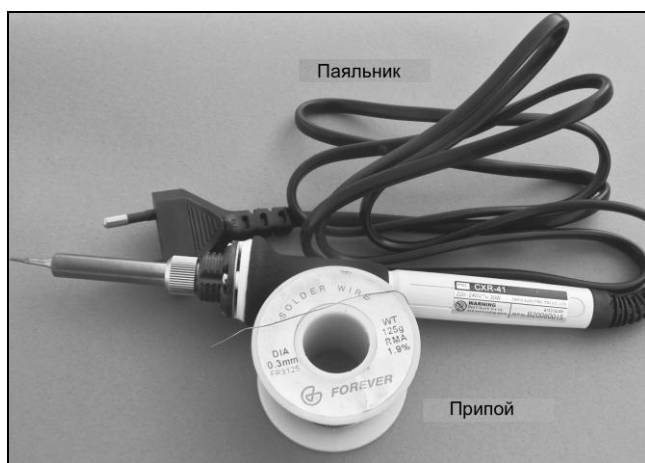

Рис. 1.24. Паяльник и проволочный припой
- ❑ Проволочный припой. Для пайки мы рекомендуем тонкий проволочный припой (мы применяем припой марки 26 SWG). На рис. 1.24 изображены припой и паяльник.